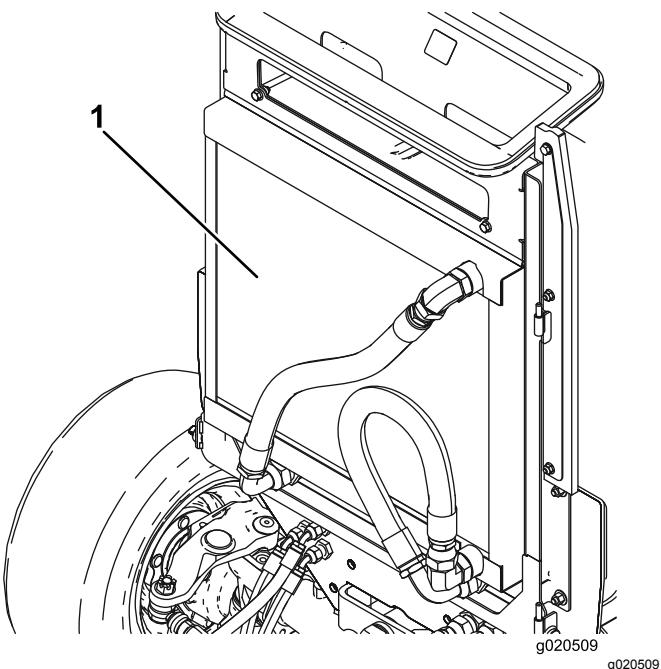

Figure 46
2. Nettoyez soigneusement les deux côtés du radiateur/refroidisseur d'huile (Figure 46) à l'air comprimé. Commencez par l'avant et soufflez les débris vers l'arrière. Nettoyez ensuite en soufflant de l'arrière vers l'avant. Répétez cette